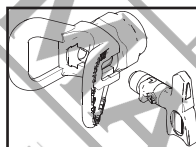

Fig. 18
3. Introduceți vârful de pulverizare. (Fig. 18)